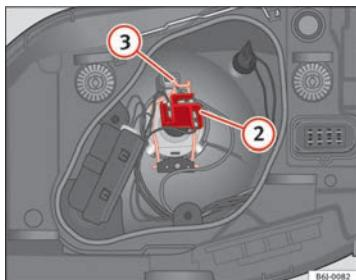

Fig. 146 Luz de cruce/ca-
- Extraiga el conector ⇒fig. 146 ② de la lámpara.
- Desenganche el resorte retentor ⇒fig. 146 ③ presionándolo hacia dentro y a la derecha.